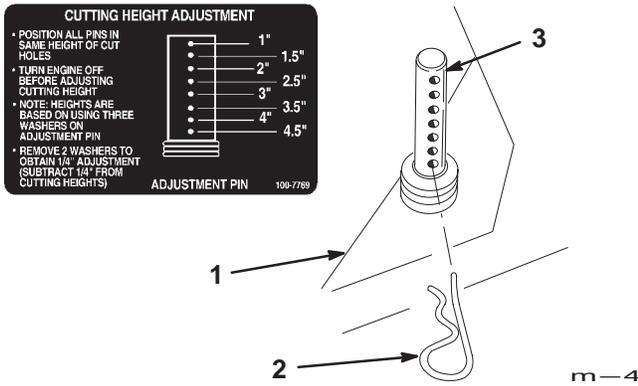

Figure 36
12. Choisissez le trou correspondant à la hauteur de coupe voulue et soulevez le côté et l'avant de la machine pour aligner les trous avant d'introduire la goupille fendue (Fig. 36).